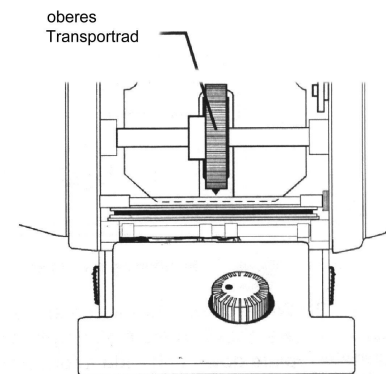

Abb. 3
- Das Ende der Bandführung muß unter der vor dem Transportrad befindlichen Achse verschwinden (siehe Abb. 3).